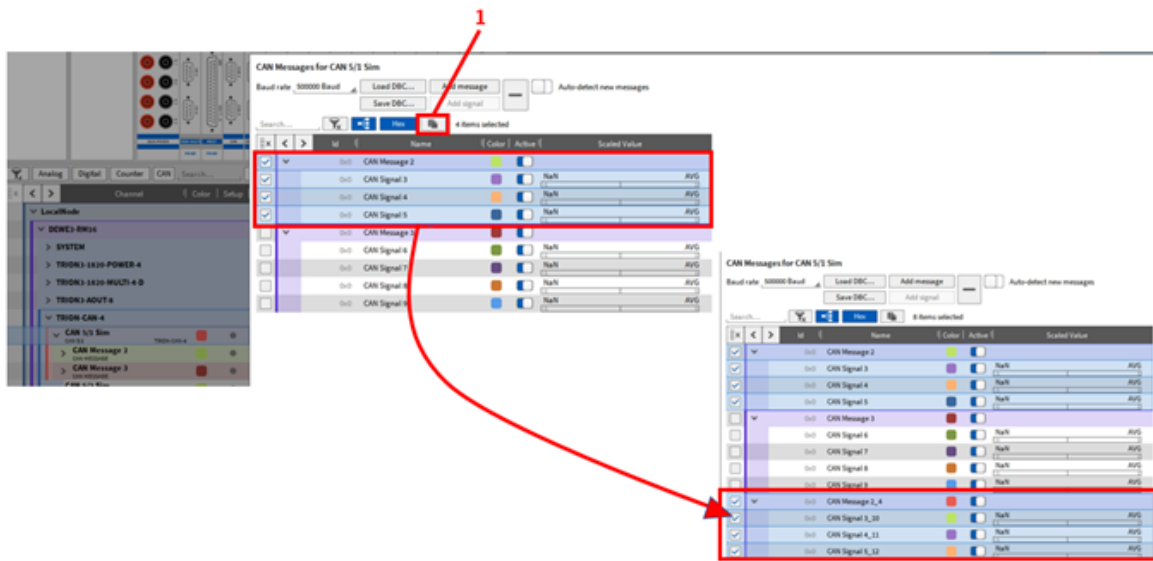

Abb. 4.53: CAN Nachrichten und Signaleinstellungen 2
- Durch Drücken des Buttons „1“ (siehe Abb. 4.53), werden die markierten CAN Nachrichten und Signale kopiert und inklusive der Einstellungen, der Liste der bestehenden CAN Nachrichten und Signalen hinzugefügt.